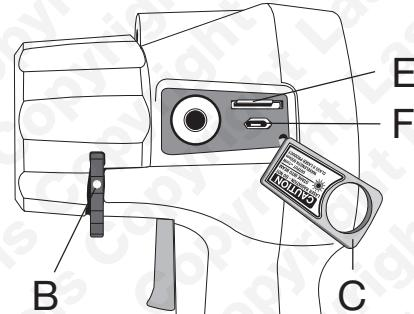

Fig. 2
- Siehe Abb. 2: Gummi-Anschlussabdeckung **C** von der oberen linken Ecke wegziehen und nach unten schwenken. (Nicht von der rechten Seite ziehen, da sonst die Abdeckung beschädigt werden kann.)
- microSD-Karte (**E** in Abb. 2) gegen den Federdruck **nach innen** drücken, damit sie ausgeworfen wird.
- Gummi-Anschlussabdeckung **C** von der oberen linken Ecke wegziehen und nach unten schwenken. Stecker in den Micro-USB-Anschluss (**F** in Abb. 2) und das andere Ende in einen USB-Anschluss am PC oder Laptop stecken.
**Gespeicherte Bilder anzeigen.** Die Bilder werden auf der mitgelieferten microSD-Karte gespeichert (E in Abb. 2). Vom Menü aus Umschalter drücken, um Bild anzuzeigen. Umschalter nach oben oder unten drücken, um weitere Bilder aufzurufen. Diese Funktion ist nicht aktiv, wenn keine microSD-Karte eingesetzt ist. Umschalter nach rechts drücken, um zum normalen Scan-Modus zurückzukehren. Hinweis: Es können microSD-Karten mit bis zu 32 GB verwendet werden.